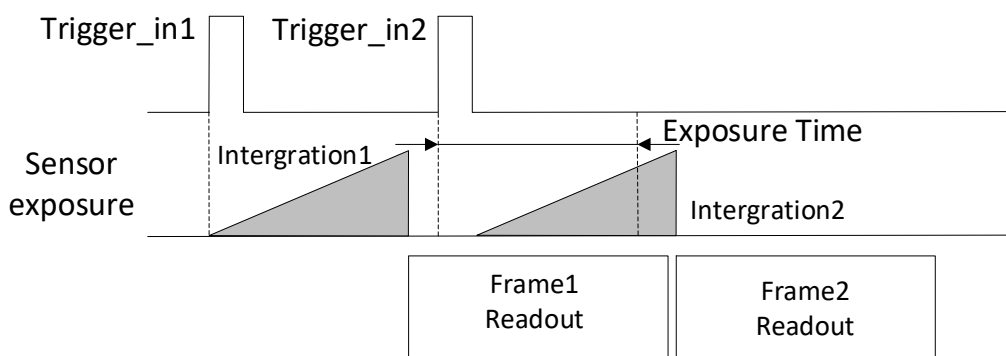

图6-13 第 2 帧曝光移动处理时序
- 若第 2 个触发信号第 1 帧图像的曝光结束时间早于设备当前第 1 个触发信号最后 1 帧出图时间，则设备内部会做处理，将第 2 个触发信号第 1 帧图像的曝光开始时间推迟，确保第 2 个触发信号第 1 帧图像的曝光结束时间不早于第 1 个触发信号最后 1 帧的出图时间，如图 6-13 所示。